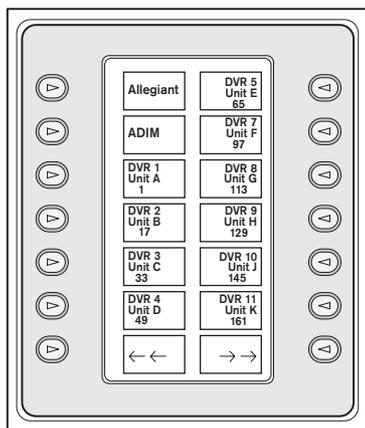

Abbildung 3-2 Produktwahl-Hauptmenü
1. Drücken Sie die Taste **PROD**, um die Tastatur in den *Produktwahlmodus* zu schalten. Auf dem Softkey-Display wird das *Produktwahlmenü* angezeigt (siehe ABBILDUNG 3-2).
1. Drücken Sie die Taste **PROD**, um das *Produktauswahlmenü* zu öffnen (siehe ABBILDUNG 3-2).